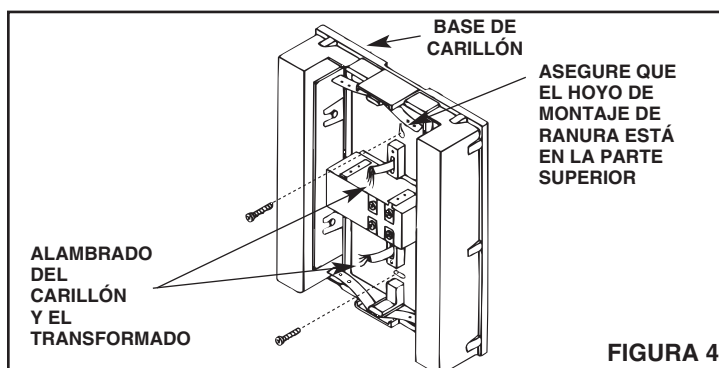

FIGURA 4
Vea la Figura 4.
1. Instale cuatro (4) baterías "D" según la Figura 4.